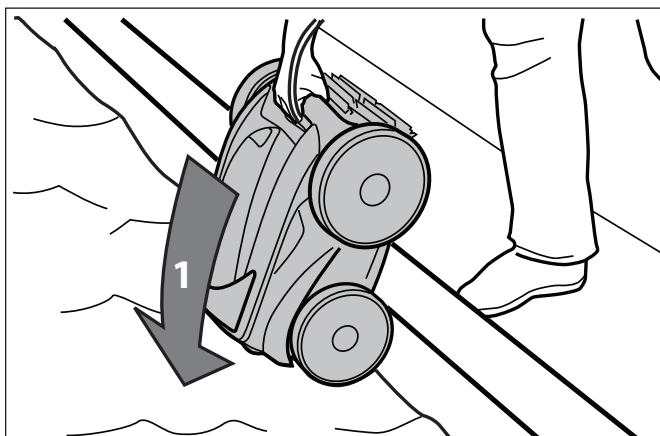

Figura 13. Sumerja el limpiador verticalmente
1. Sumerja el limpiador en la piscina y elimine el aire atrapado en su interior, manteniendo la unidad en forma vertical (Figura 13).